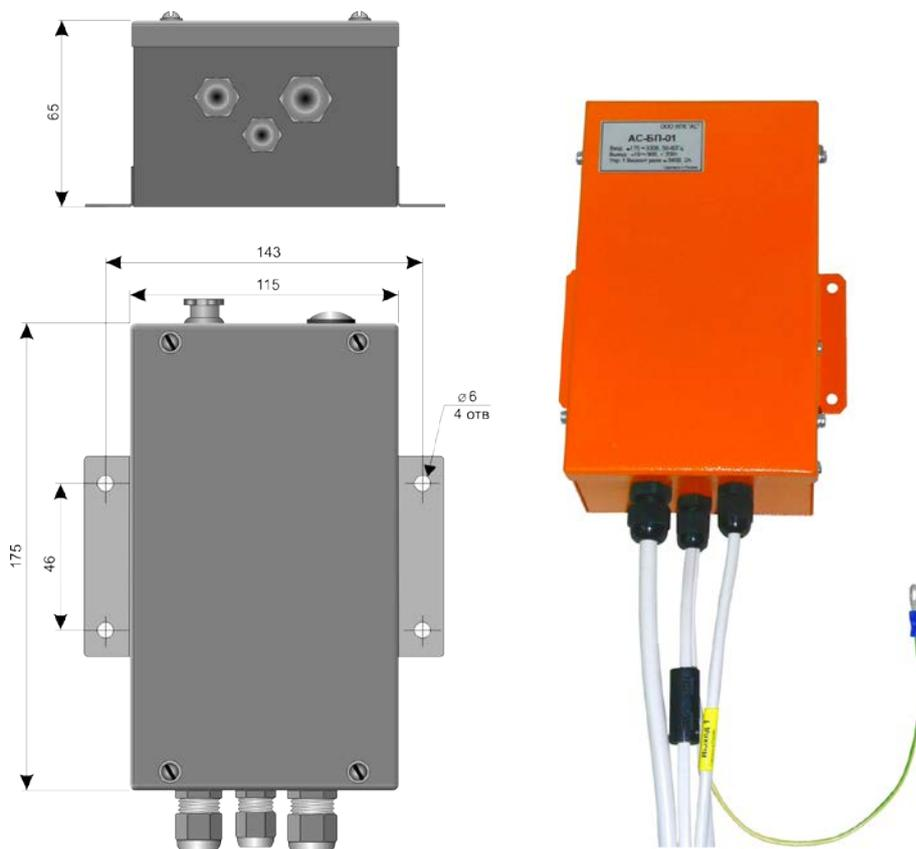

Рис. 7
6.7. Первичный источник питания, рис.7, преобразует сетевое напряжение 220В в адекватное микроконтроллеру напряжения 24В. Источник содержит 2 встроенных бесконтактных реле RL1 и RL2 для управления цепями напряжения до 380В/2А и цепь блокировки реле RL1. Размещается в зоне с отсутствием помех конвективному теплообмену.